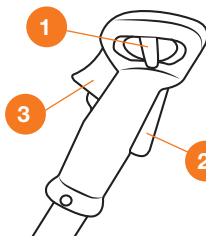

Рис. 13
- Удерживая клавиши **2** и **3** нажатыми, переведите выключатель зажигания **1** в крайнее правое положение «I» **START** (Рис. 13).